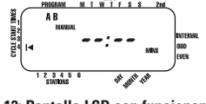

ILUSTRACIÓN 12: Pantalla LCD con funcionamiento manual
- Pulse la tecla **MANUAL**. A continuación, pulse **NEXT (SIGUIENTE)** tres veces. La pantalla mostrará un cursor parpadearante en la estación 1 junto con - - MINS [Vea la ilustración 12].